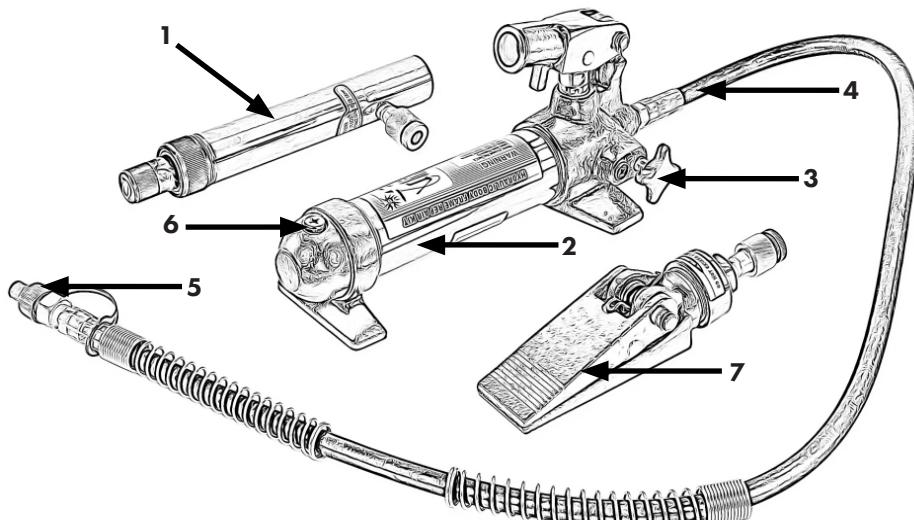

Fig. 1
1. Rimuovere innanzitutto la vite dell'olio (6) e il dado sul serbatoio dell'olio. Preparare un contenitore adatto per raccogliere l'olio usato drenato. Ruotare l'apparecchio in modo che l'olio possa defluire completamente dal serbatoio. (Fig. 1)
3. Ruotare l'apparecchio in modo che il serbatoio dell'olio sia rivolto verso l'alto e chiudere la valvola di arresto (3).
5. Chiudere la valvola di arresto e scarico (3) e pompare con cautela l'asta manuale (posizione 17) verso l'alto per creare una leggera pressione. Aprire la valvola di arresto e di scarico e premere completamente il pistone del cilindro di sollevamento. Ripetere questo processo 2-3 volte per rimuovere completamente l'aria intrappolata dal sistema.